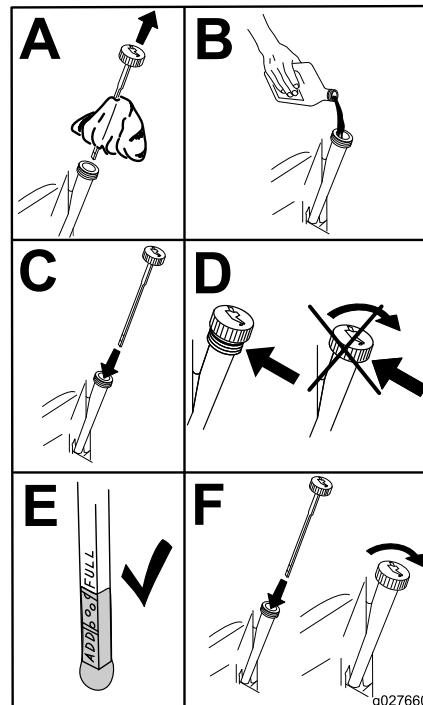

Figura 58
- Deite cerca de 80% do óleo especificado no tubo de enchimento e adicione lentamente o óleo adicional para atingir a marca **Cheio** (Figura 58).